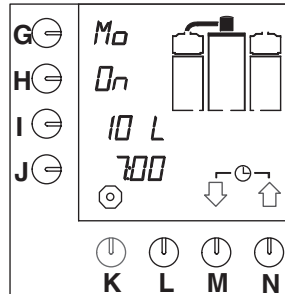

Abb. 13 Wartestellung der Schaltuhr
- Es erscheint ein Eingabezeichen 1 im Display. Die Uhr im Display beginnt zu blinken, und das System brüht zur eingestellten Zeit Kaffee auf. Im Display erscheint die Wartestellung (Abb.13).
- Die Uhr im Display beginnt zu blinken, und das System brüht zur eingestellten Zeit Kaffee auf. Im Display erscheint die Wartestellung (Abb.13).